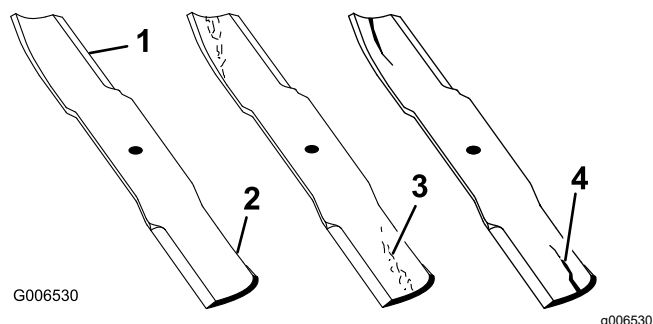

図 74
- 刃先の部分を点検する 図 74。
- ひび、磨耗、割れの発生などがあれば、直ちに新しいブレードに交換する 図 74。